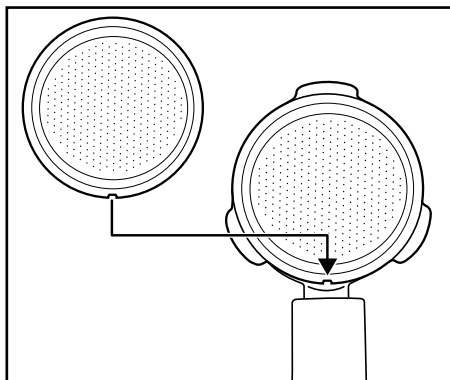

Abb. 2
- Achten Sie darauf, dass die kleine Einkerbung am großen **19** oder kleinen Siebeinsatz **20** beim Einsetzen über der Einkerbung am Siebträger **18** liegt (Abb. 2).